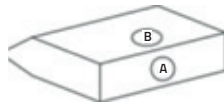

Fig. 5
2. Las 2 aberturas (A y B) de la campana (Fig. 5) deben estar cerradas, ya que el aire recircula dentro de la habitación a través de los orificios de ventilación delanteros.